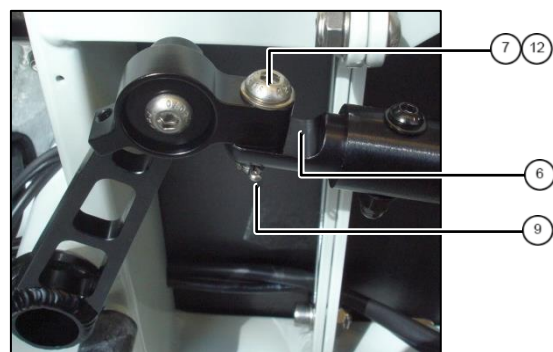

Abb. 6: hintere Befestigung
7. Schraube ⑦ mit Unterlegscheibe ⑫ durch Gelenkblock stecken, mit Gewindekleber versehen und in hinteres Endstück ⑥ einschrauben (siehe Abb. 6). **Anzugsmoment 8Nm.**
8. Splint ⑨ montieren.